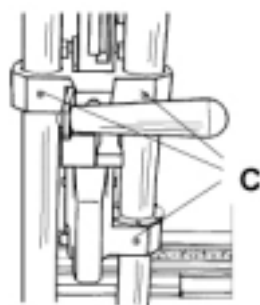

Figure 26
Trois vis de réglage (C) illustrées en Figure 26, peuvent être ajustées de manière à garder la TÊTE DE COUPE bien ajustée dans les TUBES. Utilisez la clé à six pans fournie et serrez l'une des trois vis de réglage tout en faisant glisser la TÊTE DE COUPE de haut en bas. A la première indication de traînée, desserrez suffisamment pour l'éliminer. Effectuez ce réglage avec chaque vis de réglage.